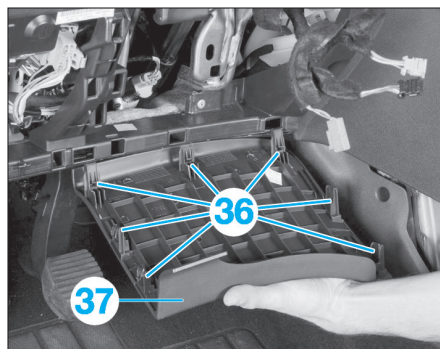

Fig. 20
- Dégrafer les attaches (36) de la garniture sous volant (37) (Fig.20).